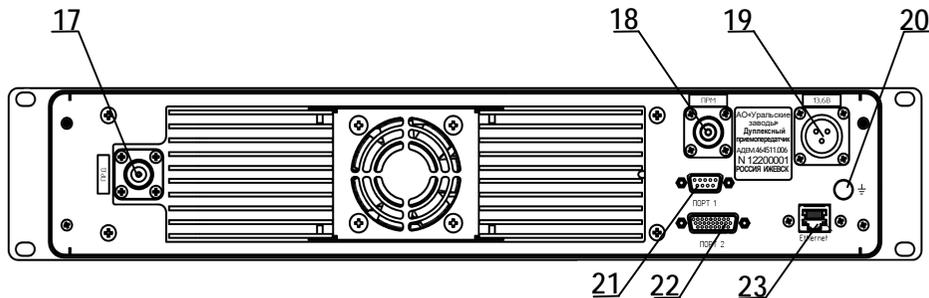

Рисунок 3
(14) – кабель заземляющий ЦАВЖ.685614.004-04, соединяющий клемму заземления ретранслятора (поз. 22 рисунок 3) с клеммой заземления шкафа;